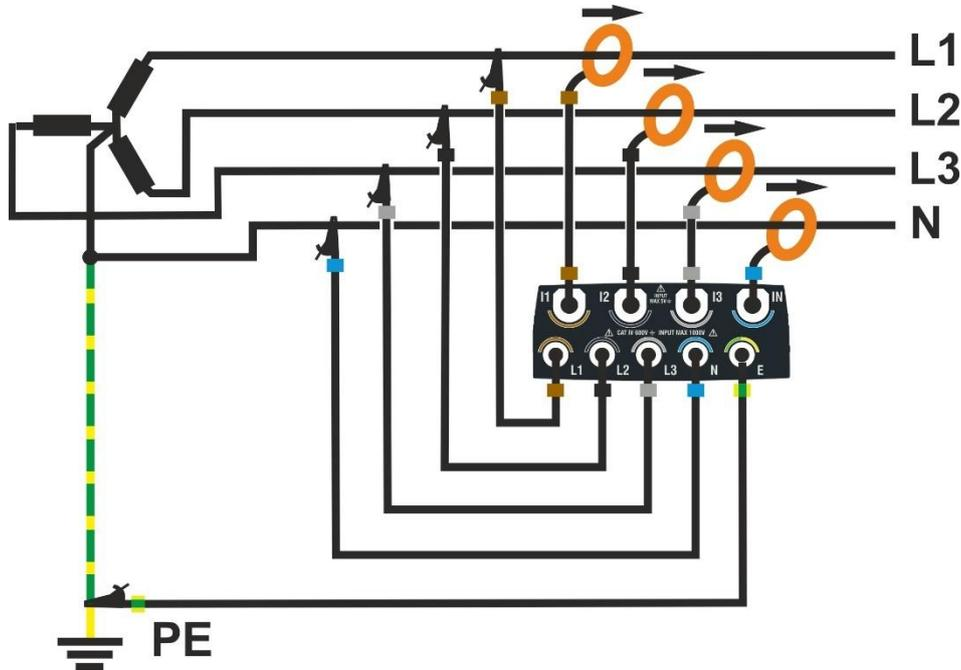

Fig. 65: Collegamento dello strumento in un sistema Trifase 4 fili
2. Collegare i cavi di tensione sui conduttori di L1, L2, L3, N e PE come mostrato in Fig. 65. **Verificare a display l' indicazione “1-2-3” relativa al corretto senso ciclico delle fasi** (vedere § 5.1.1)